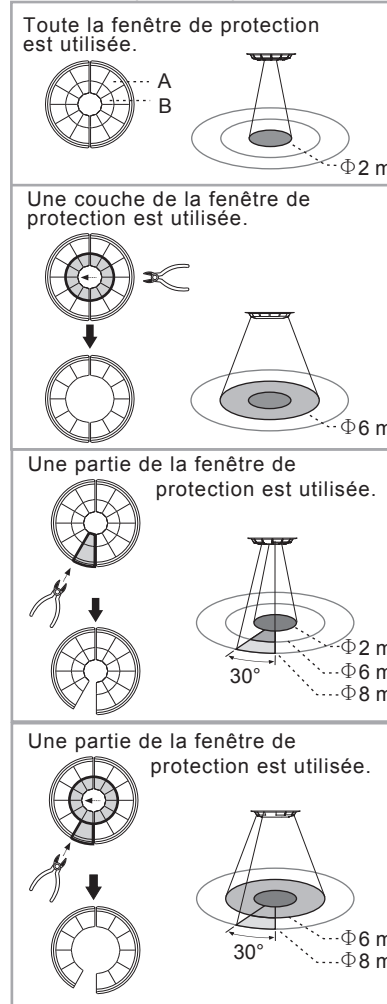

FIG. 24
4.2.3.2 Après avoir choisi la zone de détection requise, retirer les parties de la fenêtre qui ne sont plus nécessaires (voir FIG. 24).
● La zone grisée dans la FIG. 24 correspond à la zone de détection exposée en fonction des parties retirées de la fenêtre de protection.